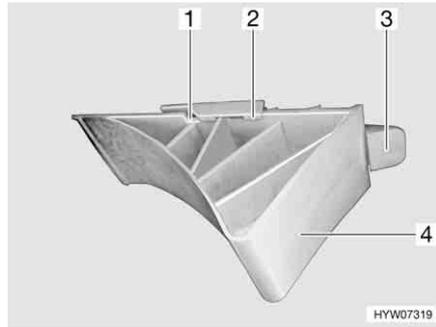

Fig. 7 Cuneo d'arresto
- Spingere il passante di sostegno (Fig. 7,3) verso l'alto.
- Tirare in avanti il cuneo d'arresto (Fig. 7,4) fino a che le fessure del cuneo d'arresto (Fig. 7,1) non coincidono con i naselli del supporto (Fig. 7,2).